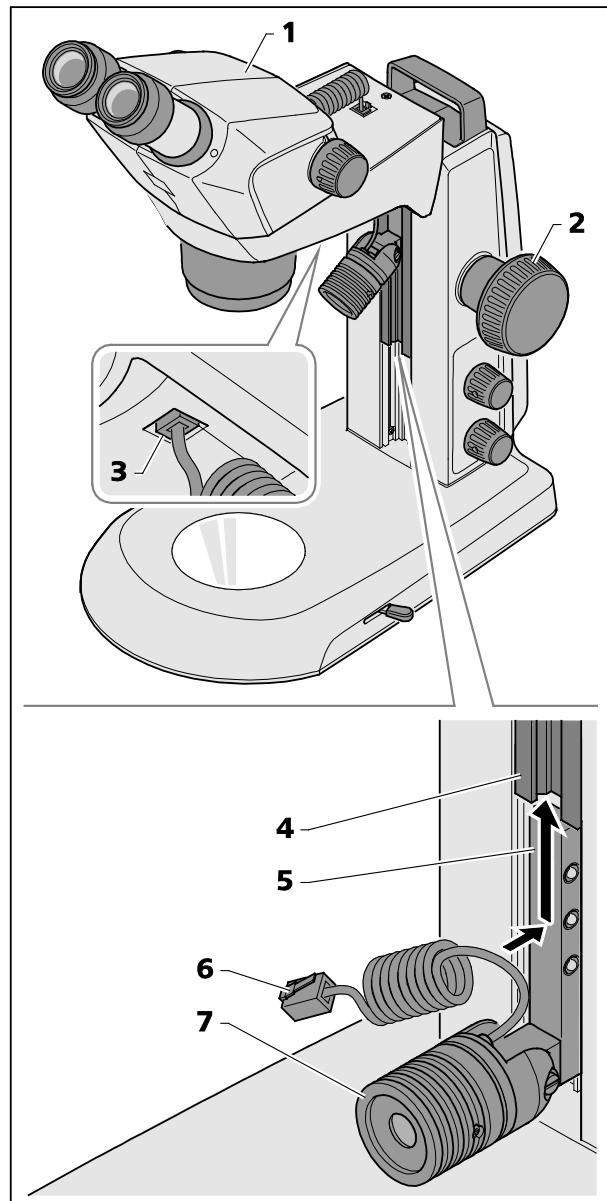

图 12 安装点光源
- 通过对焦钮(图 12/2)将显微镜主机(图 12/1)设定到最高位置。
- 将下面带把手(图 12/5)的点光源(图 12/7)插入镜臂的导轨(图 12/4)，并一直向上推到所需的位置。
- 将点光源连接电缆(图 12/6)插入 Stemi 托架(图 12/3)的下端插槽。